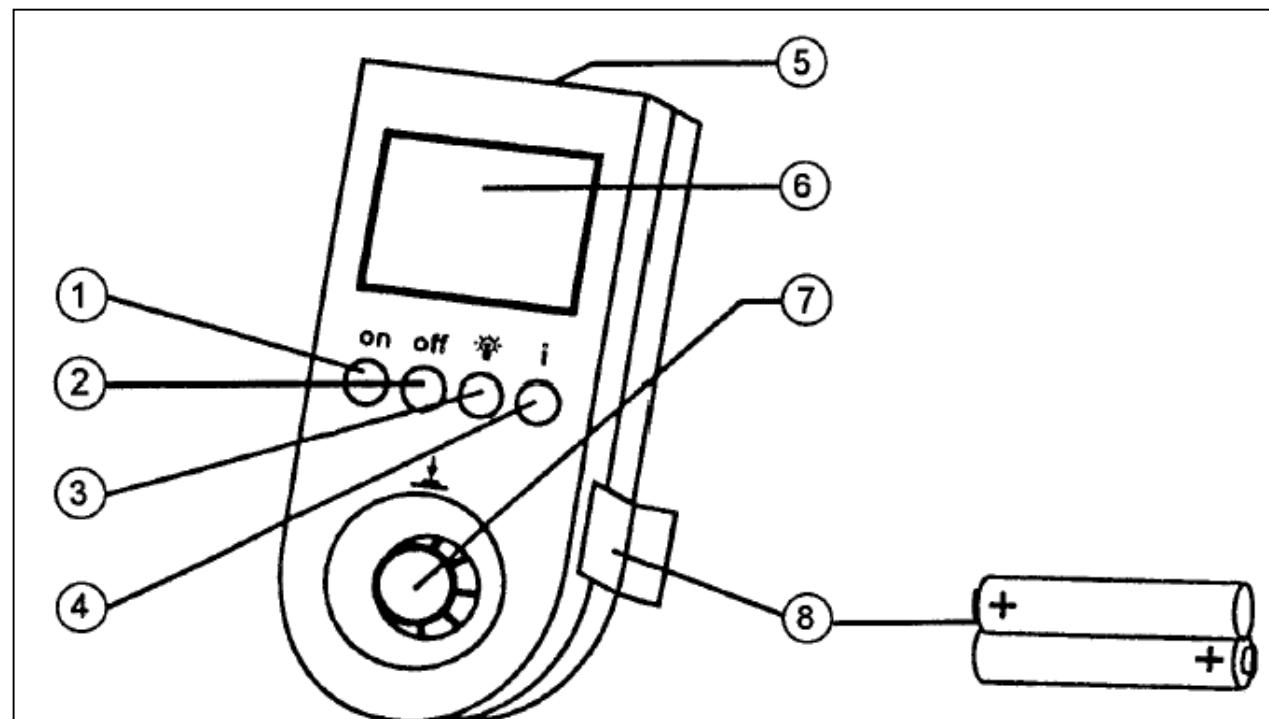

Рис. 1
4. Описание ИК-монитора (рис. 1).
Кнопки **ON/OFF** (Рис. 1, Поз. 1,2): вкл./выкл. ИК-монитора. На дисплее появляется стартовое меню и логотип WILO.
- Кнопка с изображением **лампочки** (рис. 1, Поз. 3) для включения и выключения подсветки дисплея.
- Кнопка «**I**» (рис. 1, Поз. 4) выводит информацию о структуре меню.
- Кнопка (тумблер) **выбора и ввода параметров** (рис. 1, Поз. 7)